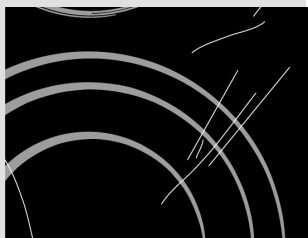

рис.1
**Каждый раз перед использованием** протирайте со стеклокерамической поверхности и дна посуды пыль и грязь, которые могут поцарапать поверхность (рис. 1).
- ⚠ Для очистки варочной поверхности нельзя использовать агрессивные чистящие спреи и неподходящие жидкие чистящие средства (рис. 1 и 2).